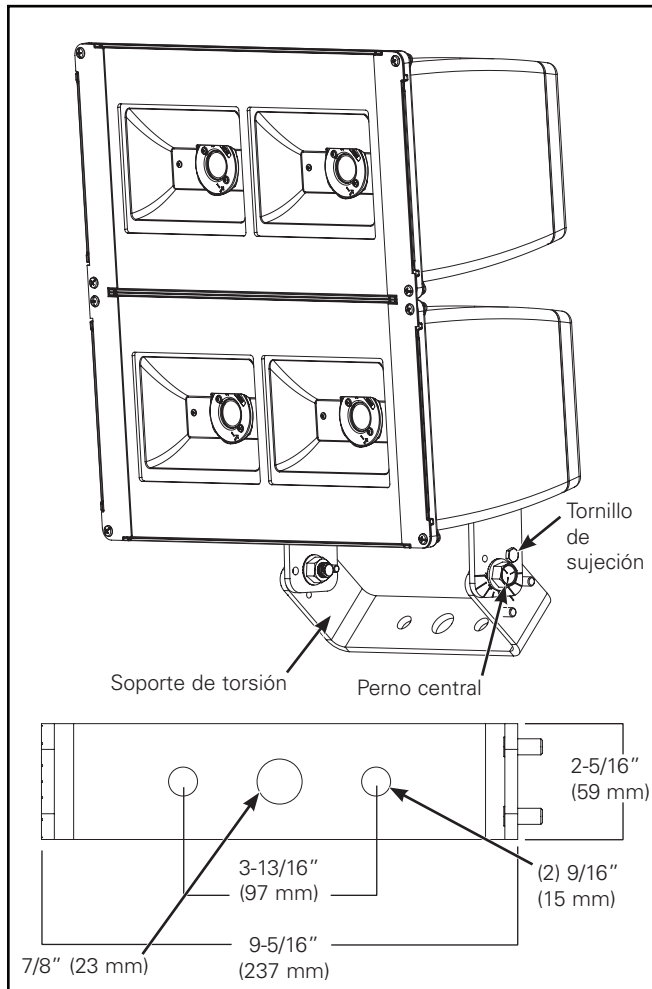

Figura 1.
Montaje sobre dintel (Figura 1.)
2. Afloje pero no retire los (2) pernos centrales y el (1) tornillo de sujeción. (Figura 1.)